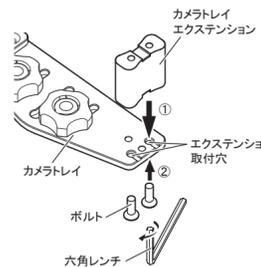

図1
**1 カメラトレイ裏側のエクステンション取付穴の位置にカメラトレイエクステンションをセットし、カメラトレイエクステンションに付属の六角レンチでボルトを時計方向にまわして締める(図1)**